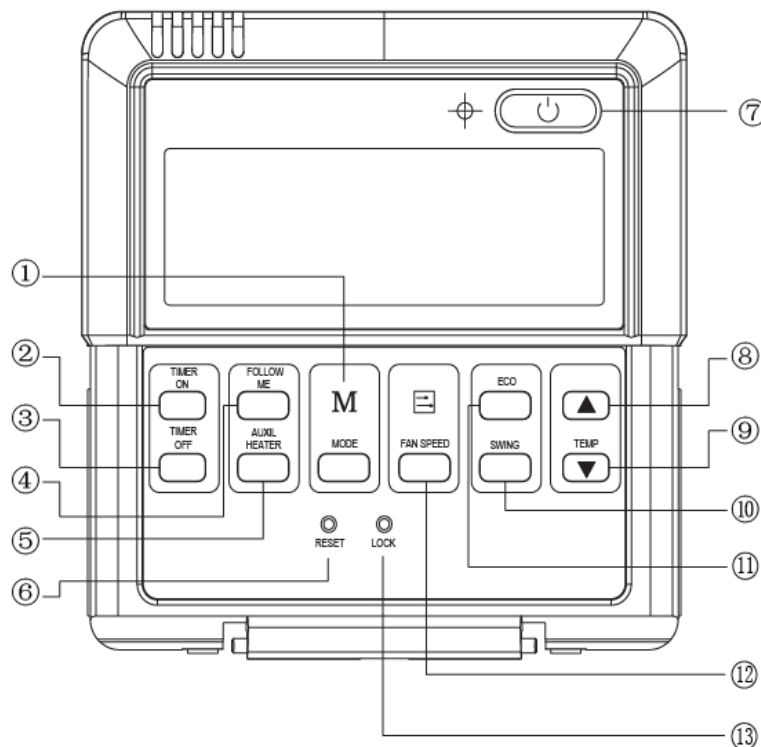

Рис.2-3
■ Описание кнопок и функций проводного пульта модели KJR-12B (рис.2-3)